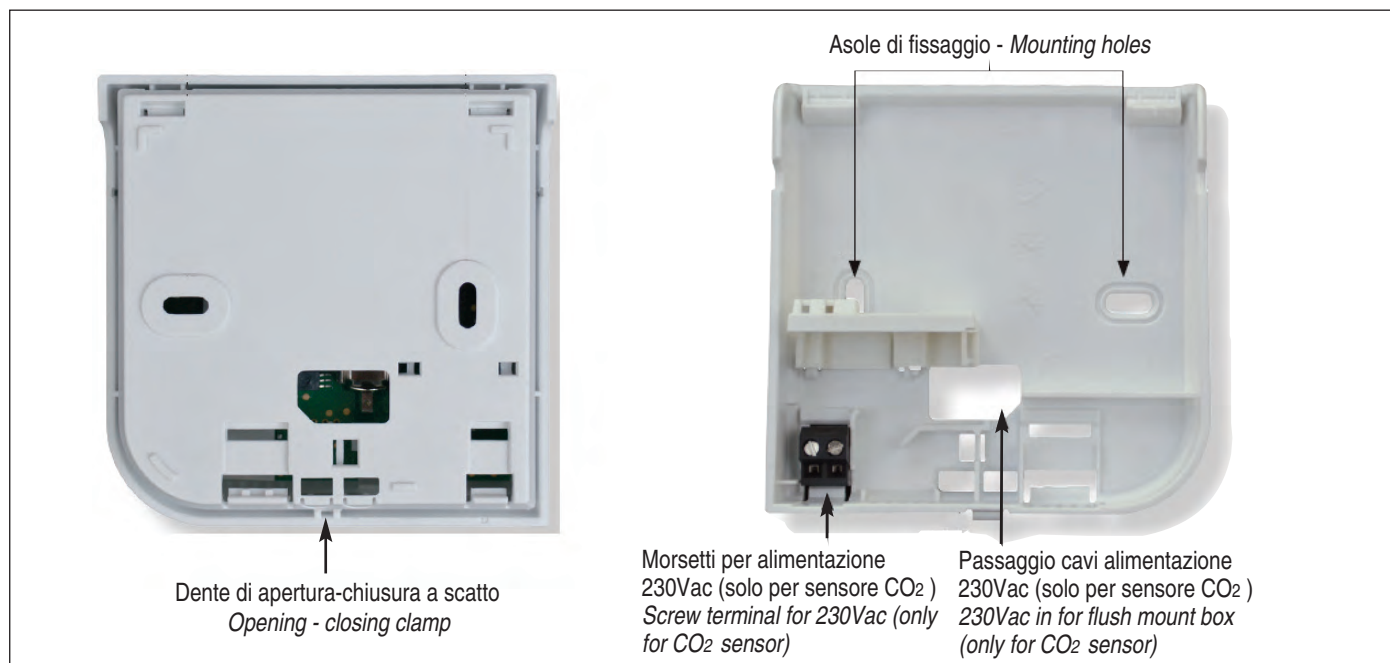

fig. 15
- Aprire il sensore agendo sul dente in plastica inferiore (fig. 15).
- Open the sensor pushing the plastic bottom clamp (fig. 15).